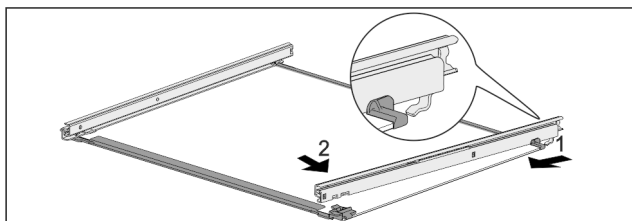

Fig. 126 Glasplatte mit Schienen
- ▶ Schiene hinten einhaken. Fig. 126 (1)
- ▶ Schiene vorne einrasten. Fig. 126 (2)